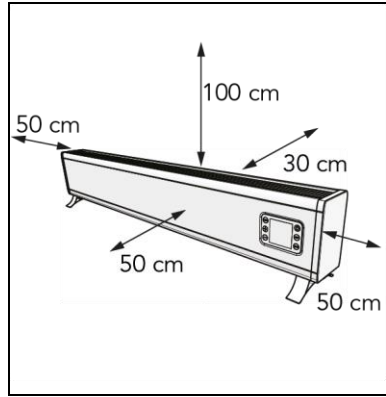

Abbildung 7
5. Platzieren Sie das Gerät mit einem Mindestabstand (Abbildung 7) von: